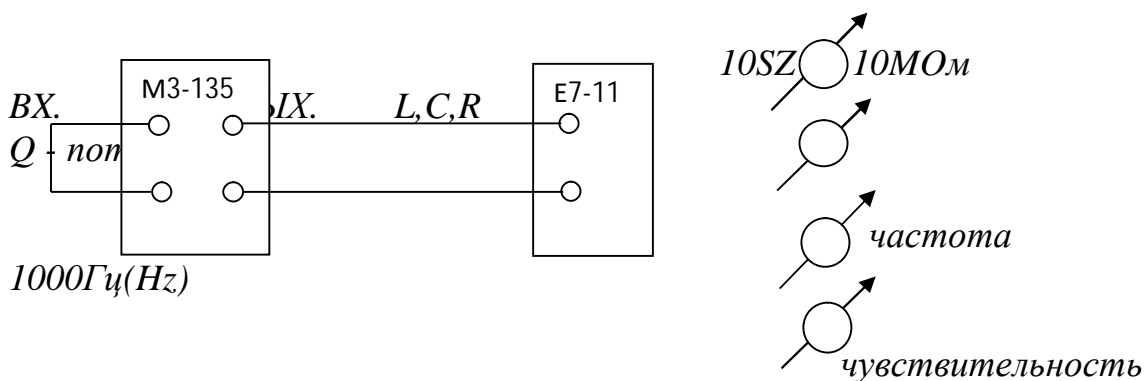

Рис.2 Схема измерений.
3.2.Собрать схему измерения (Рис.2).